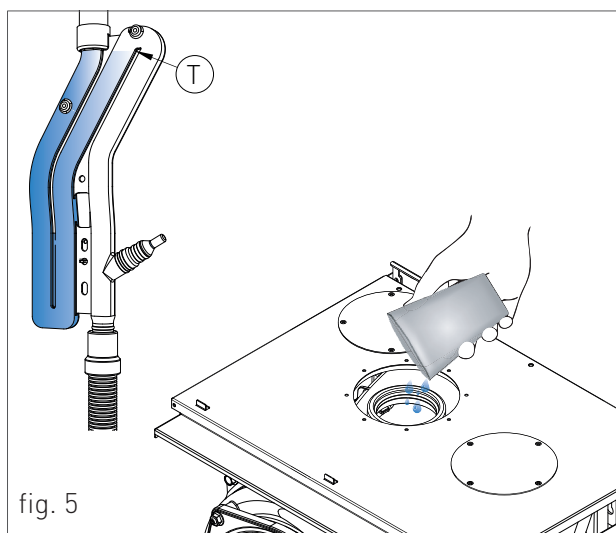

fig. 5
Umpleți sifonul de colectare a condensului după cum urmează (a se vedea fig. 5):
- › Cu un pahar turnați apa în ieșirea conductei de evacuare a fumului schimbătorului de căldură (vezi fig. 5), pentru a umple sifonul condensului până la cel mai înalt punct, T”(fig. 5);